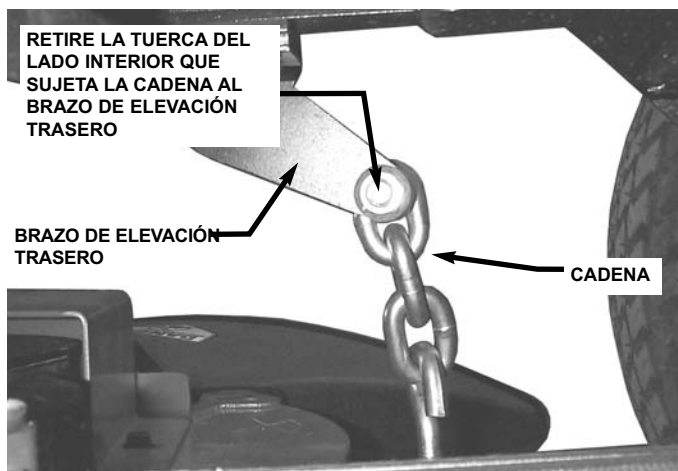

FIGURA 4.11
5. Retire las tuercas del lado interior que sujetan la cadena al brazo de elevación trasero. Vea la figura 4.11.